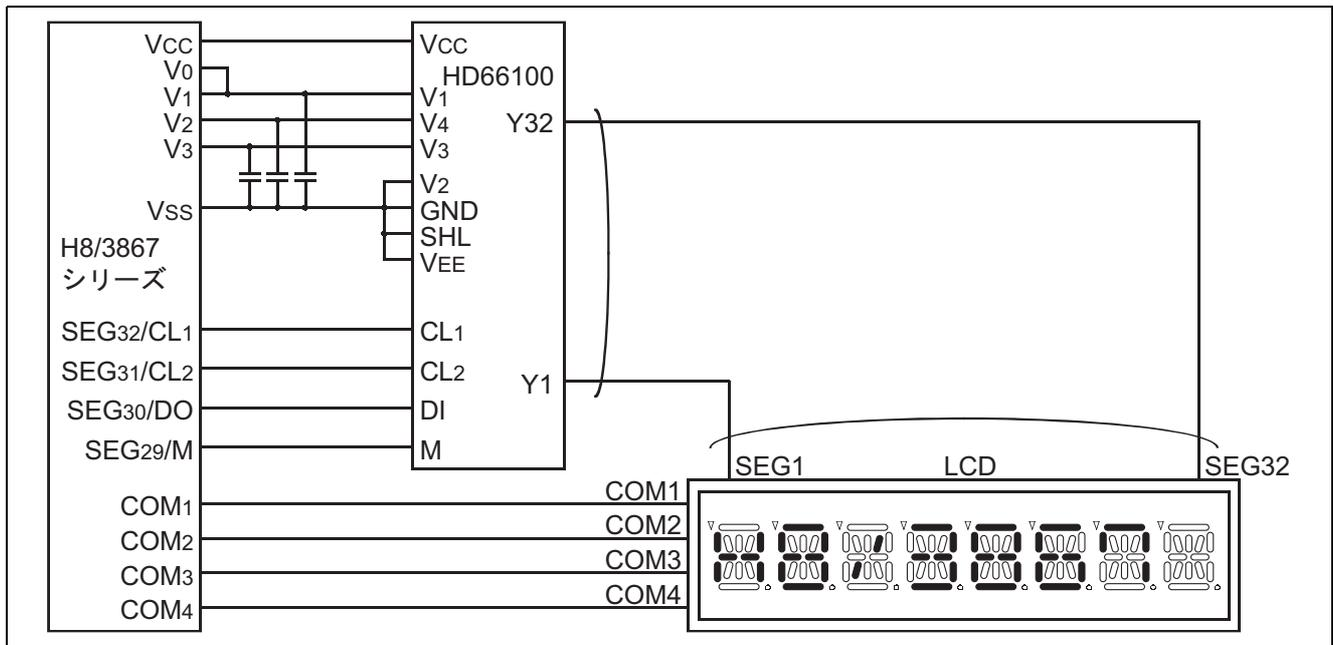

図 1 セグメント外部拡張による HD66100 および LCD の接続例と液晶表示例
- (1) H8/3867 シリーズのセグメントタイプの LCD コントロール回路と LCD ドライバと電源回路を使用して LCD の表示を行ないます。
- (2) H8/3867 シリーズに HD66100 を接続しセグメント外部拡張を行ことにより, LCD の表示を行ないます。
- (3) デューティ比は 1/4 デューティで, 8 桁 16 セグメント LCD の表示を行ないます。
- (4) LCD 駆動電源は, VCC を使用します。
- (5) 本タスク例の液晶モジュールおよび HD66100 の接続例, および液晶表示例を図 1 に示します。